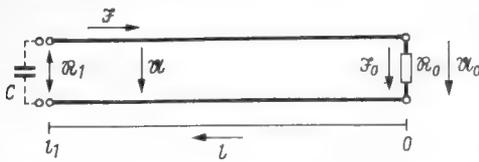

Bild 4. Leitungskreis, der am Anfang beschwert und am Ende mit dem komplexen Widerstand  $X_0$  abgeschlossen ist
- $U_0, \mathfrak{J}_0$  = Spannung und Strom an der Stelle  $l = 0$  (Bild 4)